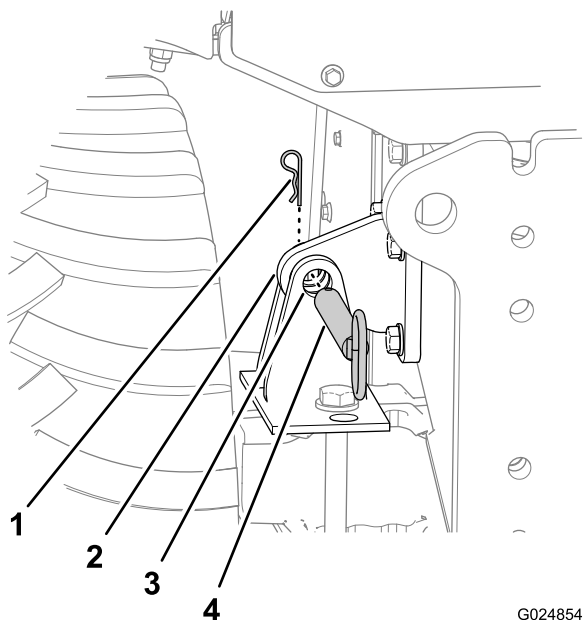

Рисунок 44
1. Снимите шплинт крепления штифта блокировки наклона к кронштейну блокировки ходовой части (Рисунок 44).
2. Извлеките штифт блокировки наклона из отверстий в кронштейне блокировки ходовой части и кронштейна блокировки моста (Рисунок 44).
1. Используйте переключатель наклона машины для совмещения отверстия в кронштейне блокировки ходовой части с отверстиями в кронштейне блокировки моста (Рисунок 44).
4. Вставьте до упора штифт блокировки наклона в горизонтальные отверстия кронштейна блокировки ходовой части и кронштейна блокировки моста (Рисунок 44).
5. Закрепите штифт блокировки наклона в кронштейне блокировки ходовой части с помощью шплинта (Рисунок 44).